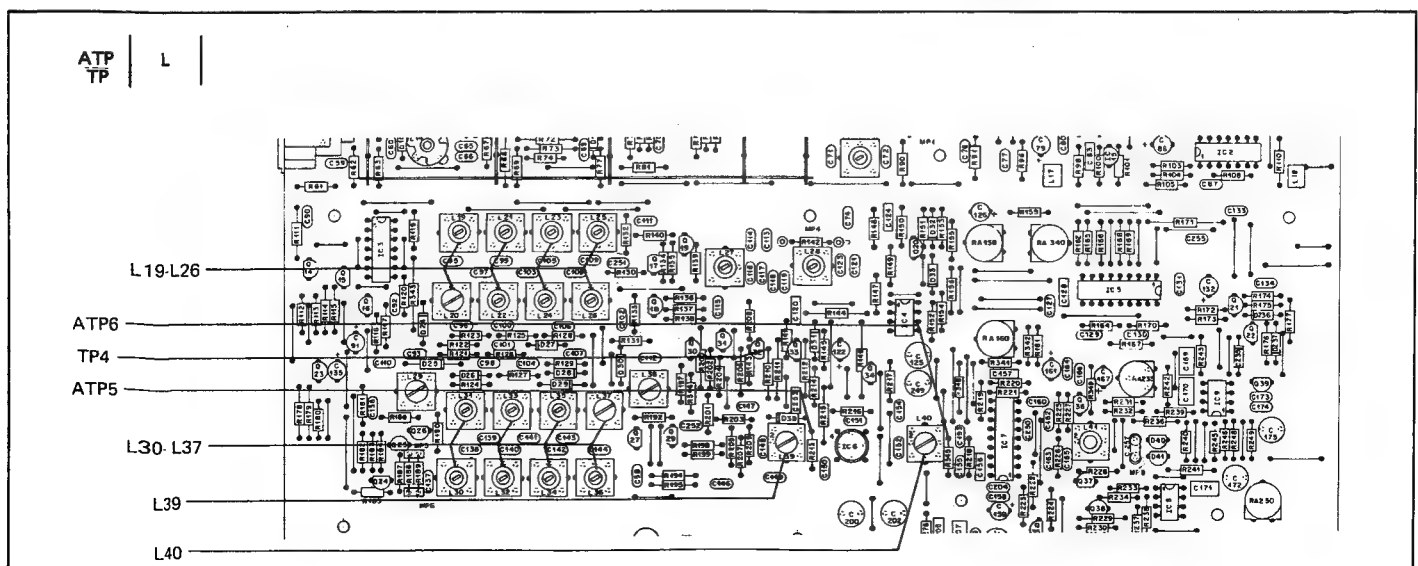

Fig.22
- NF-Voltmeter mit Hochpassfilter (Fig.22) an ATP15 (R291/IC14 Pin7) anschliessen.